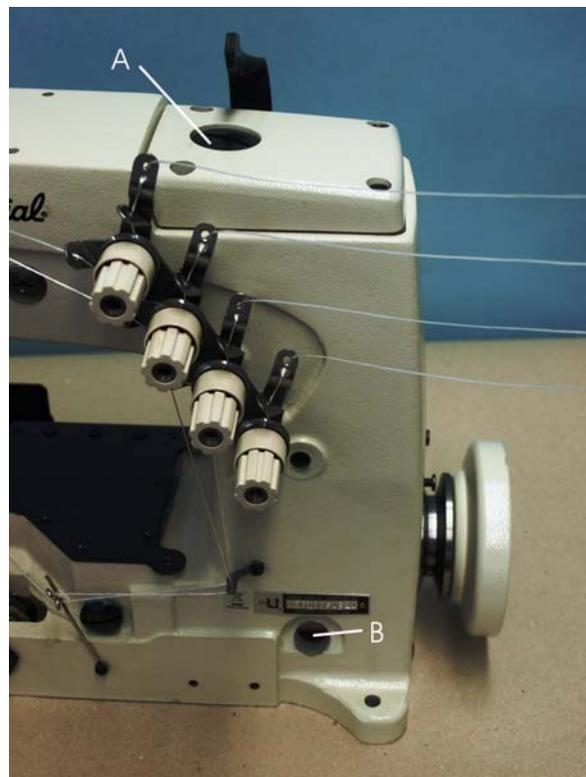

Fig. 2
Before operating fill the machine with oil at plug screw (A, Fig. 2). While filling machine with oil, check gauge (B). When proper oil level is reached, the oil level should appear in the center between both read lines.
Bevor Sie die Maschine in Betrieb nehmen, füllen Sie diese bei der Verschlusschraube (A, Fig. 2) mit Öl. Während Sie die Maschine mit Öl füllen, kontrollieren Sie den Ölstandsanzeiger (B). Wenn der richtige Ölstand erreicht ist, sollte dieser genau zwischen den beiden roten Linien sein. ACHTUNG: überfüllen Sie die Maschine NICHT! Zum Ölablassen entfernen Sie die Verschlusschraube vorne rechts, unter dem Handrad oder an der unteren Kurbelgehäuseabdeckung. Öl muss alle 2000 Betriebsstunden gewechselt werden, um Abnutzung zu minimieren.